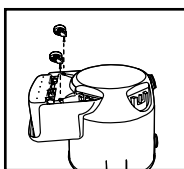

FIGURA 7
6. Tome dos rueditas y coloque una arandela plana sobre el vástago de cada ruedita. Instale las rueditas en el carrito de accesorios insertando los vástagos de la ruedita dentro de los orificios suministrados. Aplique presión y torsión hasta que las rueditas hayan encajado en su lugar. **FIGURA 7.**